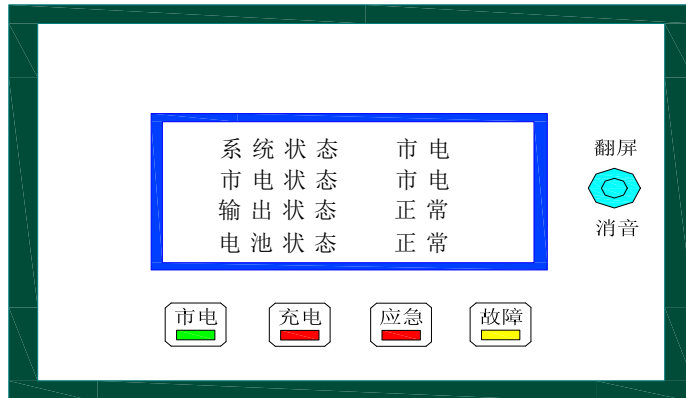
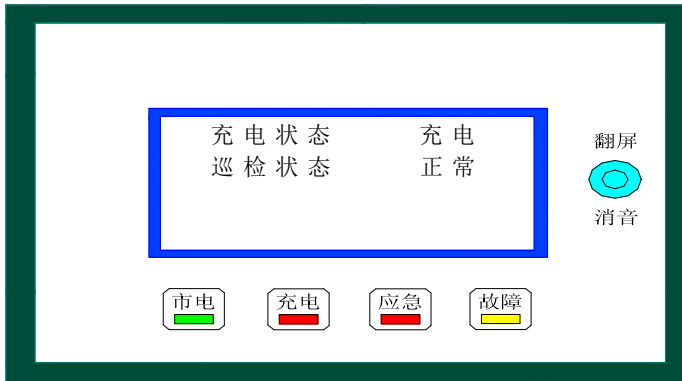

图 2:
图 3:
- ②随后进入图 2: 系统状态: 关机/市电/应急/强启/错误/月检/年检等; 市电状态: 市电/过压/欠压; 输出状态: 正常/开路; 电池状态: 正常/过压/欠压; 由供电模式确定以上显示内容, 指示灯以实际显示为准。翻页后依次进入图 3 (充电状态: 充电/停止; 巡检状态: 正常/停止/错误; )、4、5、6;